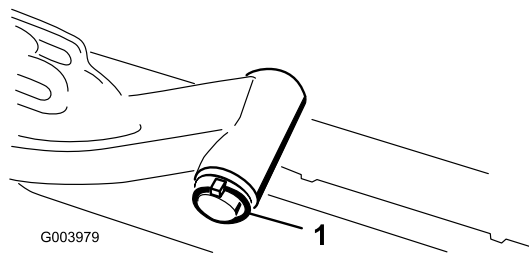

図 11
- A. 昇降アームのピボット・シャフトを昇降アームに固定しているリンチ・ピンとワッシャを外し、昇降アームからピボット・シャフトを抜き出す (図 11)。
- C. 昇降アームのシャフトを昇降アームに差し込み、ワッシャとリンチ・ピンで固定する (図 11)。